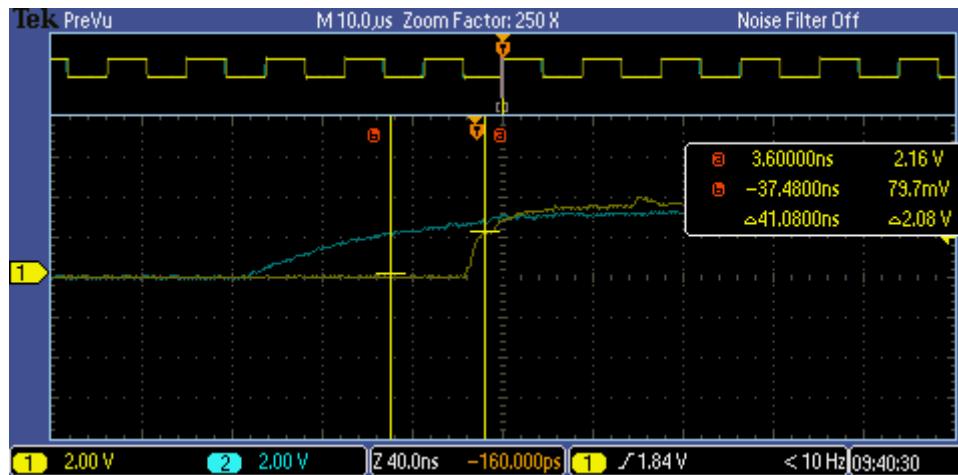

Abbildung 5: Laufzeitverzögerung beim Sprung von 0 auf 1
Die Signallaufzeit beschreibt die Laufzeit, die das Signal vom Ausgang des Mikrokontrollers über die Hexadezimaltastatur bis zum Eingang des Mikrokontrollers benötigt. Um diese zu messen, haben wir ein C-Programm geschrieben (Abbildung 5), das einen periodischen Rechteckimpuls auf PM(0) ausgibt. Mittels Oszilloskops messen wir am Ausgang der Hexadezimaltastatur die benötigte Laufzeit um vom High- zum Low-pegel bzw. vom Low- zum High-pegel zu schalten.
- Low- zu High-Pegel: $\Delta_s = 41,08 \text{ ns}$ (Abbildung 5)